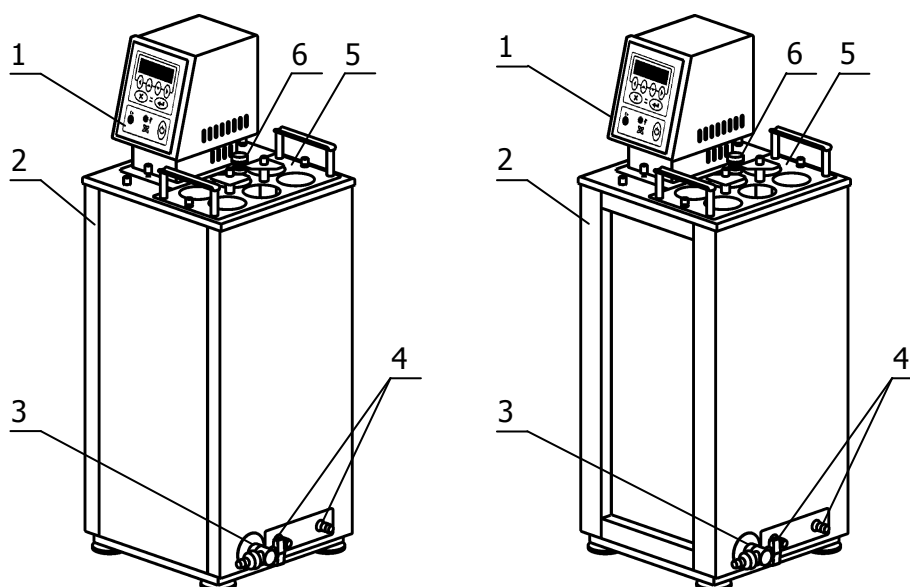

Рисунок 1 — Внешний вид термостатов «ВТ-ро-01» и «ВТ-ро-02»
1.4.2 В состав термостатов модельного ряда «ВТ-ро» входят (рисунок 1):
2.2.5 Заполнить ванну термостата теплоносителем через отверстие над рабочей зоной под крышкой 4. Температурный диапазон применения теплоносителя должен соответствовать значениям, указанным в 1.2.6. Уровень теплоносителя в термостате поддерживать таким, чтобы при опускании цилиндров для нефтепродуктов теплоноситель не выливался через край крышки термостата. Излишки теплоносителя слить при помощи шланга, надетого на штуцер сливного крана 3 (рисунок 1).
2.2.6 Для работы термостата при температурах теплоносителя, близких к окружающей температуре может потребоваться дополнительное охлаждение с помощью встроенного теплообменника. В этом случае необходимо подключить термостат к источнику подачи холодной воды и сливу при помощи шлангов, присоединенных к штуцерам теплообменника 4 (рисунок 1). Поток охлаждающей жидкости должен быть равномерным и, по возможности, небольшим. Дополнительное охлаждение не требуется, если температура теплоносителя выше температуры окружающей среды более чем на 15 °С.